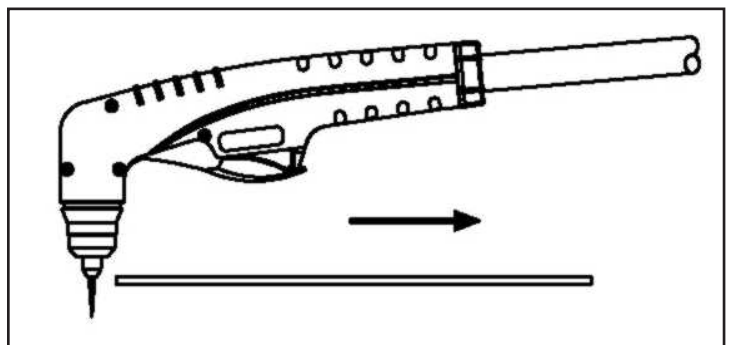

Abb. 16
- Wählen Sie den normal Schneiden Schneidmodus mit der Auswahltaste (A) auf dem Bedienfeld.
- Schnitte ohne Einstich, meist beginnend von einer Außenkante des Werkstückes. Dabei sollte der Schneidbrenner stets senkrecht gehalten werden. Vor dem Aufsetzen der Schneiddüse auf das Werkstück muss der Pilotlichtbogen gestartet werden. Führen Sie anschließend den Schneidbrenner auf die Stelle wo der Schnitt beginnen soll. Abb. 16.